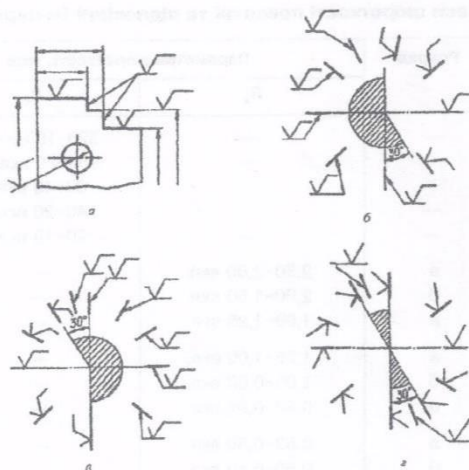

Рис.5
1. Позначення шорсткості поверхонь розміщують на лініях контуру, виносних лініях або полчках ліній-виносок; коли місця мало, дозволяється писати їх на розмірних лініях, їх продовженні або в розриві виносної лінії (рис.5а).
2. Знак шорсткості, що має полчку, розміщують відносно основного напису так, як показано на рис.5б,в; знак, що не має полчки, - як на рис.5г. Якщо лінія контуру поверхні розташована у заштрихованих зонах, позначення шорсткості проставляють на полці ліній-виноски.